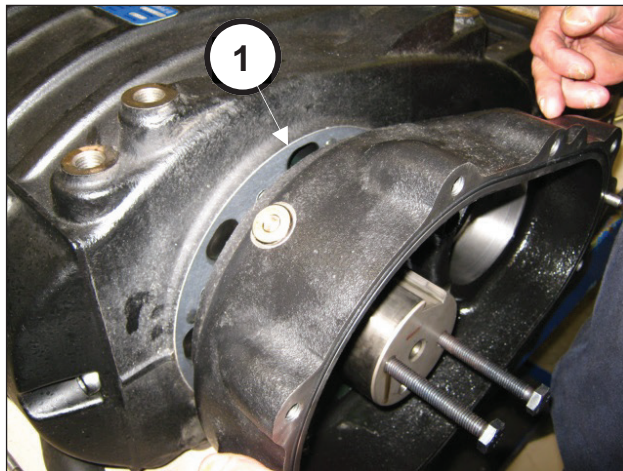
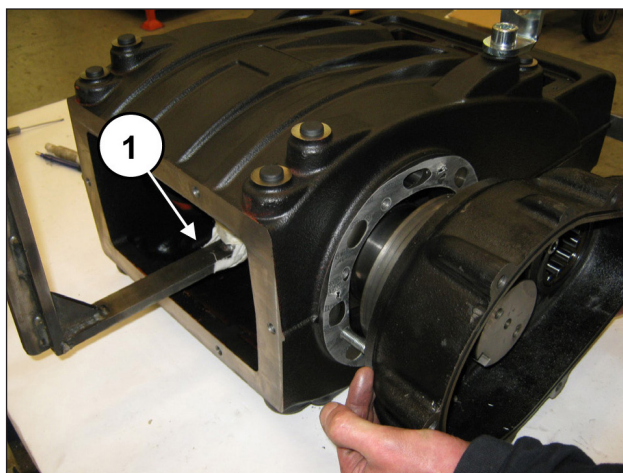

图 24
图 25
逐渐拧紧3个M8螺栓（位置①，图 24），以防止减速齿轮箱倾斜过多并在底座上卡住。一边支撑着轴，一边拆除齿轮箱，以免损坏（位置①，图 25）。